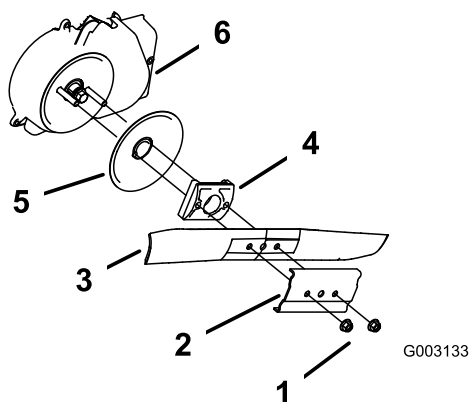

図 25
3. ブレードナット2個とスティフナを取り外す 図 25。
4. ブレードを取り外す 図 25。
5. ブレードドライバとディスクを取り外す 図 25。
6. ブレードブレーキのクラッチのシールドを外す 図 25。
10. ブレードとスティフナを元通りに取り付ける 図 25。